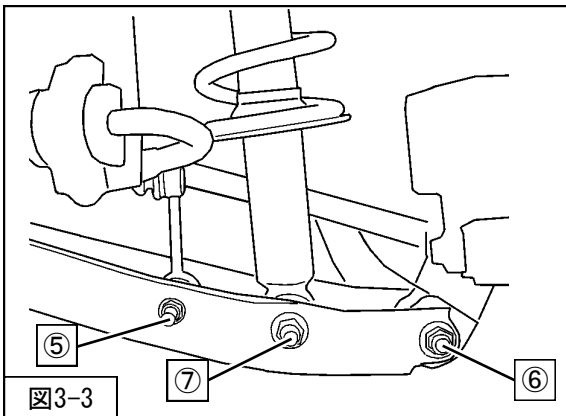

図3-3
- ⑤スタビライザリンク取付ナット
- ⑥ロアアーム取付ナット
- ⑦リアサスペンションASSYロア取付ナットを取外してください。（図3-3）